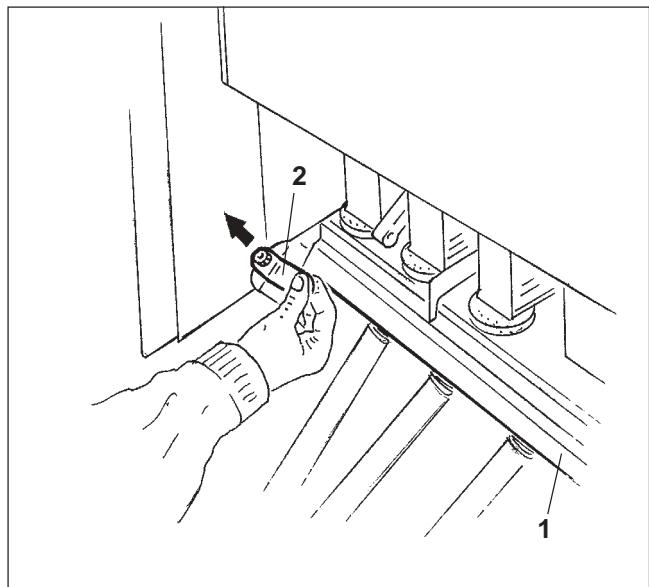
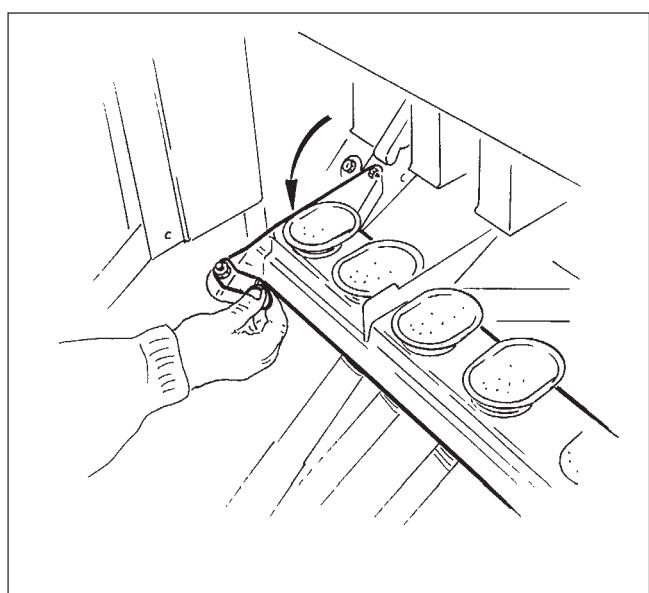

Рис. 8.1
Рис. 8.2
- Опустите панели с воронками (Рис. 8.1/1): Оба рычага (Рис. 8.1/2), которыми оборудована каждая панель с воронками, приподнять, а затем опустить панель с воронками (Рис. 8.2).